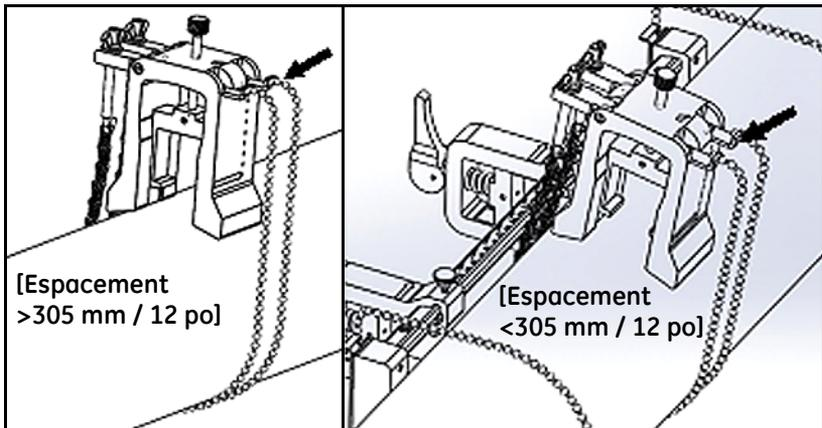

Figure 27 : chaînes de l'étrier fixées
- Enveloppez les chaînes de l'étrier autour du tuyau et fixez-les au support de l'étrier, comme illustré dans la *Figure 27* ci-dessous.